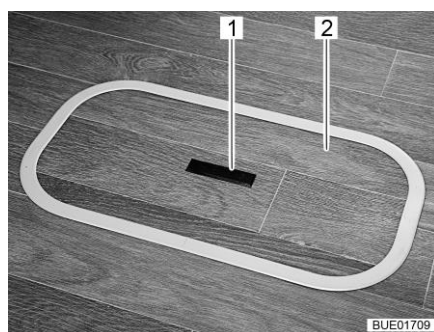
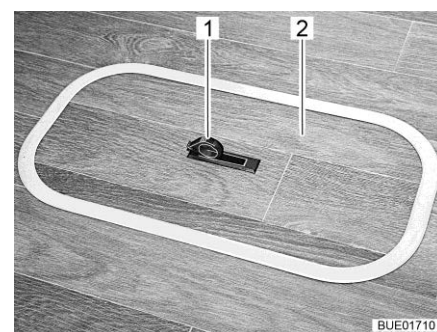

Fig. 44 Copertura scomparto del pavimento (maniglia abbassata)
Fig. 45 Copertura scomparto del pavimento (maniglia alzata)
- Spingere la piastra di presa (Fig. 44,1) verso il basso da un lato. La maniglia (Fig. 45,1) viene ruotata verso l'alto.
- Rimuovere la copertura (Fig. 44,2 o Fig. 45,2) tirandola verso l'alto.